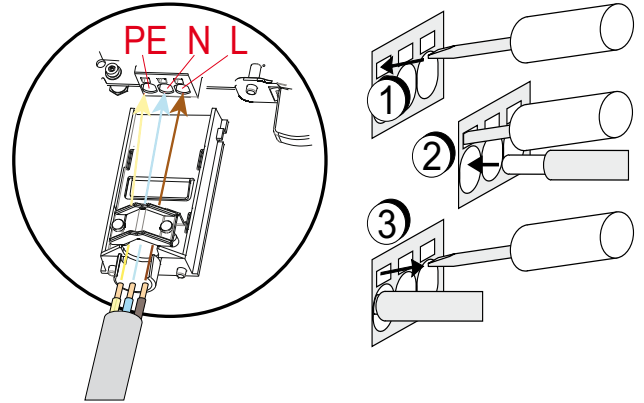

Abbildung 5-4: Schließen Sie die AC-Kabel an
- ④ Schließen Sie die AC-Verkabelung an den AC-Klemmanschluss an. In der Abbildung 5-4 sehen Sie den PE / N / L-Klemmanschluss. Ziehen Sie die Zugentlastung an. Stellen Sie sicher, dass das Kabel fest eingesteckt ist.